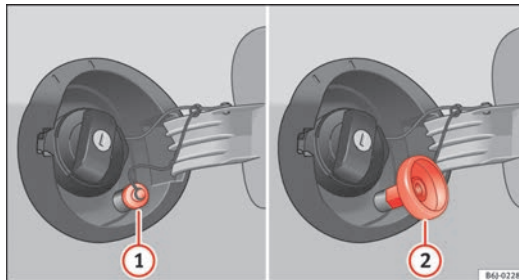

Abb. 120 Geöffnete Tankklappe mit Autogas-Einfüllstutzen und Adapter.
- Schrauben Sie den Deckel des Autogas-Einfüllstutzens ⇒ Abb. 120 ① ab.
- Schrauben Sie den erforderlichen Adapter ⇒ Abb. 120 ② auf den Autogas-Einfüllstutzen ①.
- Schrauben Sie den Adapter ⇒ Abb. 120 ② wieder ab. ▶
⇒ Abb. 120  auf.